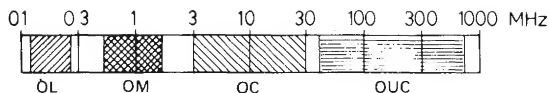
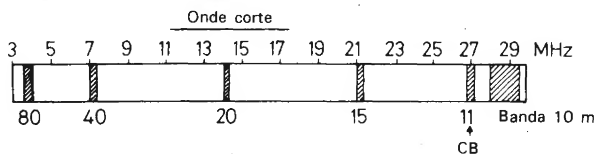

Fig. 11.1. Suddivisione dello spettro delle frequenze destinate alla radio e telediffusione.
Fig. 11.2. Bande di frequenza riservate ai radioamatori.
Prima di occuparci dettagliatamente dei fenomeni di propagazione delle onde elettromagnetiche nella banda degli 11 m, vediamo come la gamma delle onde corte si colloca all'interno dello spettro delle onde elettromagnetiche. In Fig. 11.1 è visibile la suddivisione dello spettro delle frequenze da 0,1 a 1000 MHz nelle varie gamme destinate ai servizi di radio e telediffusione. Le onde lunghe e medie vengono utilizzate per servizi di radiodiffusione; vengono poi le onde corte, nelle quali è compresa anche la CB. Di questa gamma ripareremo tra poco. La gamma delle onde ultra-
La gamma delle onde corte da 3 a 30 MHz è a sua volta suddivisa in bande; esse sono utilizzate nei servizi di radiodiffusione, per le comunicazioni tra le navi, per la telegrafia, la navigazione, le trasmissioni telex, ecc.; tra l'altro vi sono anche bande riservate ai radioamatori. Tutte le bande di frequenza riservate ai radioamatori nell'ambito delle onde corte sono mostrate in Fig. 11.2. Non esamineremo in dettaglio le singole bande, ma accentueremo invece il nostro interesse sulla CB, che si estende da 26,965 MHz a 27,255 MHz. Osservando la Fig. 11.1 si nota come la banda degli 11 m si trovi all'incirca al centro dello spettro di frequenze. Gli 11 m hanno infatti caratteristiche intermedie tra quelle delle onde lunghe e medie e quelle delle onde ultracorte. La ricezione in onde lunghe e medie avviene praticamente soltanto grazie alle onde dirette. Le onde radio, in queste gamme (la loro lunghezza, da 200 a 2000 m è relativamente elevata) seguono la curvatura terrestre. Le distanze coperte dai trasmettitori variano tra 100 km (OM) e 1000 km (OL). La propagazione delle onde ultracorte, invece,